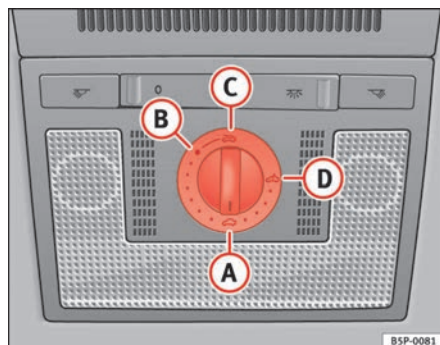

Abb. 69 Detailansicht des Dachhimmels: Drehschalter Schiebe-/Ausstelldach
- Drehen Sie den Drehschalter in Stellung **A** ⇒ Abb. 69 ⇒ .